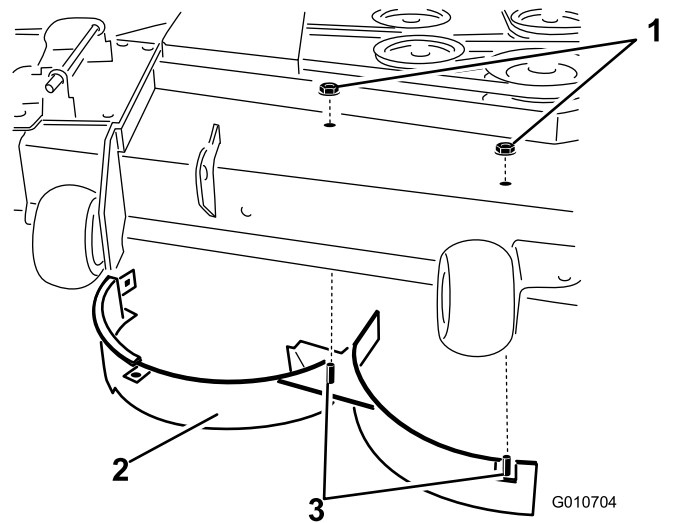

Figura 19
12. Rimuovete il bullone a testa tonda e il dado di bloccaggio fissati sul deflettore destro sulla parte superiore del piatto di taglio e rimuovete il deflettore destro dal piatto di taglio (Figura 19).
11. Rimuovete i 2 dadi di bloccaggio (5/16") che fissano i perni saldati del deflettore destro in posizione centrale e destra, sulla parte superiore del piatto di taglio (Figura 19).